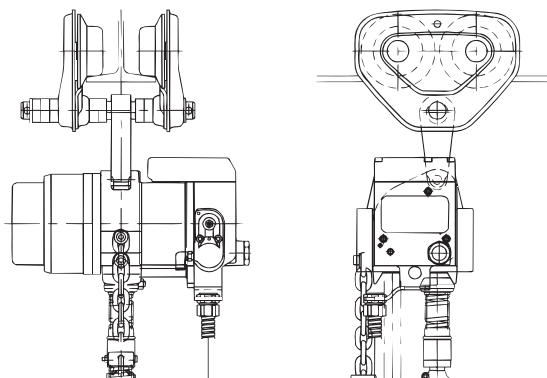
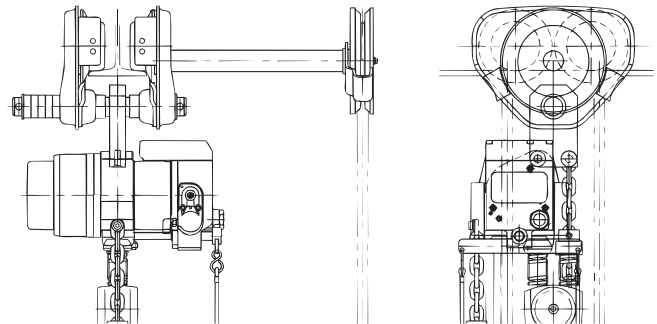

Figura 3-15 Montaje con lengüeta en el TF2
Figura 3-16 Montaje con lengüeta en el TS2 con engranaje y rueda manual extendida
- 3.3.4 La configuración estándar para los polipastos/tecle de cadena TCR es el montaje con lengüeta en el trole usando un suspensor TCR. Como se muestra en Figura 3-15 o Figura 3-16. Las configuraciones opcionales para el polipasto/tecle de cadena TCR son las de montaje con gancho en el suspensor C. Como se muestra en la Figura 3-17.